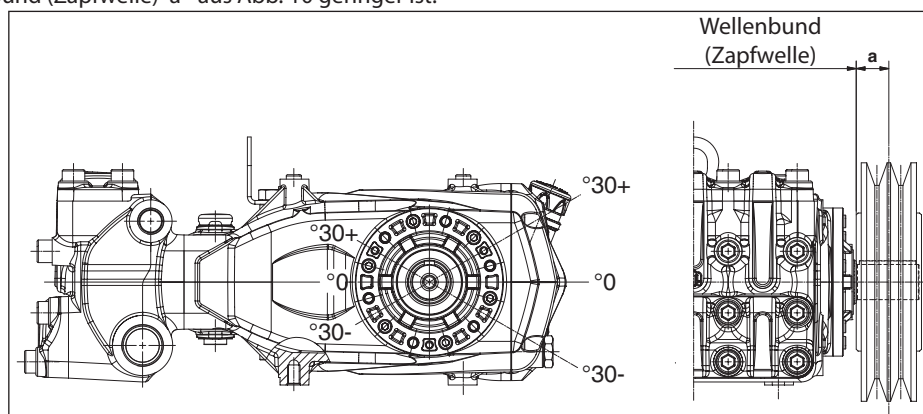

Abb. 10
Die radiale Belastung der Welle darf 4500 N (für die Definition der Anordnung erforderlicher Wert) nicht übersteigen. Der Antrieb gilt als richtig bemessen, wenn die Belastung bei einem maximalen Abstand **a = 50 mm** vom Wellenbund (Zapfwelle) angewandt wird, siehe Abb. 10.
- b) Verwenden Sie Hochleistungsriemen - zum Beispiel **XPB** statt **SPB** - da hierbei weniger Riemen bei gleicher Leistungsübertragung benötigt werden und der Abstand zum Wellenbund (Zapfwelle) "a" aus Abb. 10 geringer ist.
- e) Folgen Sie der Spannungsrichtung des Riemen lt. Angaben in Abb. 10. Wenden Sie sich bei anderen Anforderungen an die **technische Abteilung** oder den **Kundendienst**.